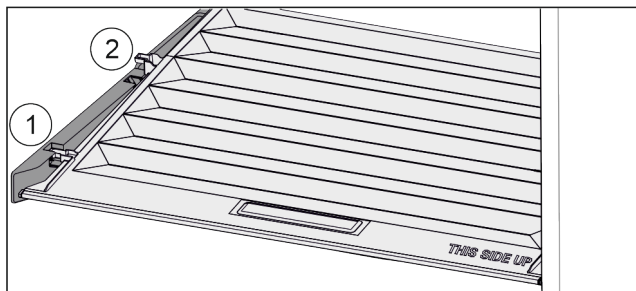

Fig. 107
- ▶ Издърпайте напред Fig. 107 (1) капака до отвора в задържащите части.
- ▶ Повдигнете го отзад отдолу и отстранете Fig. 107 (2) нагоре.